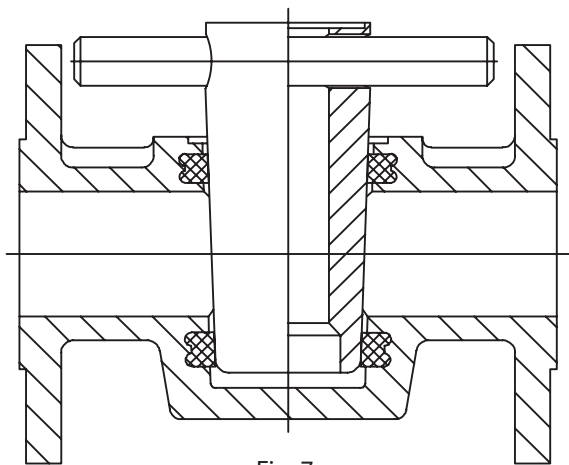
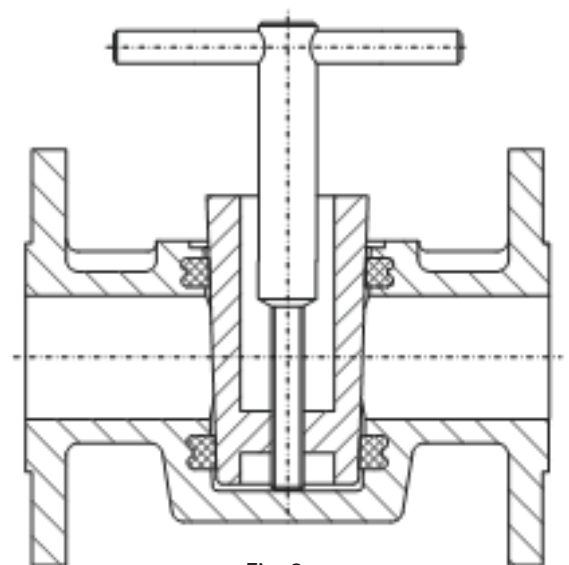
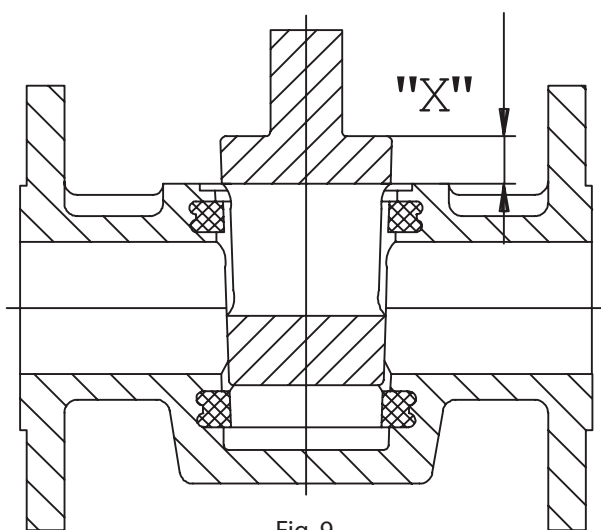

Fig. 7
Fig. 8
Fig. 9
7. Estampage du manchon (fig. 7, 8 + 9)
Estamper lentement le manchon avec le piston à gaufrer jusqu'à ce que le boisseau touche le fond du carter. Si autorisée, utiliser une graisse sans résine (vaseline). Le piston d'embossage peut être retiré en faisant passer la tige à travers les deux trous du piston d'embossage, en la tournant et en la soulevant en même temps (fig. 7). Pour garantir un dimensionnement correct, insérer le boisseau et vérifier l'alignement du haut de l'ouverture du port du boisseau avec le haut du carter (fig. 9) ou tenir compte des dimensions saillantes du boisseau (voir tab. 1). Une étape de réestampage peut être nécessaire. Nettoyer le manchon et l'intérieur du carter.
Estamper lentement le manchon avec le piston à gaufrer jusqu'à ce que le boisseau touche le fond du carter. Si autorisée, utiliser une graisse sans résine. Le boisseau peut être retiré à l'aide de la vis de réglage (fig. 8). Pour garantir un dimensionnement correct, insérer le boisseau et tenir compte des dimensions projetées de la fiche (voir tab. 1 et fig. 9). Une étape de réestampage peut être nécessaire. Nettoyer le manchon et l'intérieur du carter.